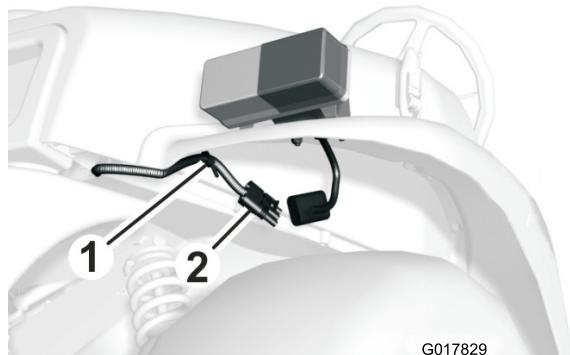

図 7
- このコネクタを、前フェンダの下を通して、ハーネスのプラスチック製アンカーでフェンダの下側に取り付ける（図 7）。